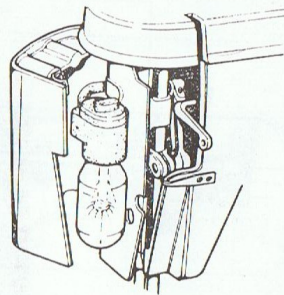

Abb. 35
## 25. Auswechseln der Glühlampe (Abb. 35)
Frontkappe (31) öffnen, Schraube (32) ausziehen, Lampe leicht hochdrücken, links herum drehen und aus der Fassung herausnehmen. Neue Lampe einführen (Abbildung 35), wobei die Führungsstifte in die Fassungsschlitz eingreifen müssen. Lampe hochdrücken und rechtsherum drehen (Glühlampe max. 15 Watt).